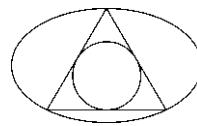

图 1-135 习题 4
4. 绘制一个两轴长分别为 100 mm 及 60 mm 的椭圆。在椭圆中绘制一个三角形，三角形三个顶点分别为：椭圆上四分点，椭圆左下四分之一椭圆弧的中点以及椭圆右四分之一椭圆弧的中点；绘制三角形的内切圆。完成后的图形如图 1-135 所示。